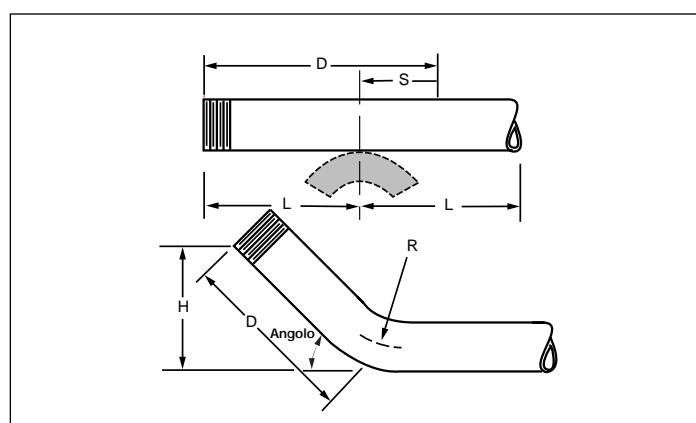

Figura 6
- Dalla Tabella 2, trovare la distanza diagonale (D) che corrisponda alla dimensione (H) di piegatura verso l'alto. Marcare la distanza (D) dall'estremità di un tratto diritto di tubo.
- Trovare le dimensioni del tubo nella Tabella 3 per ottenere la misura dell'arretramento (S) con l'angolo di piegatura desiderato.
- Marcare la misura (S) sul tubo come illustrato in Figura 6.